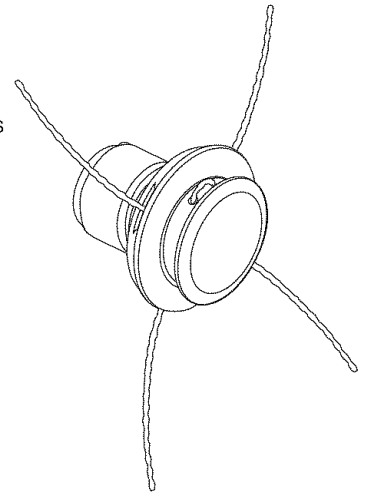

Fig. 14
6. Si se instalan correctamente, las cuatro líneas tendrán la misma longitud (Fig. 14).